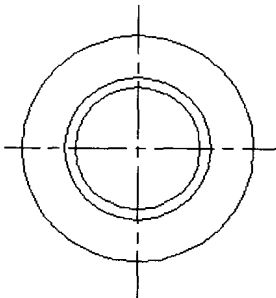

图 3-4
⑥ 将“细实线”图层设置为当前图层, 选择【圆】工具  绘制一个直径为 12 的圆, 图形效果如图 3-4 所示。